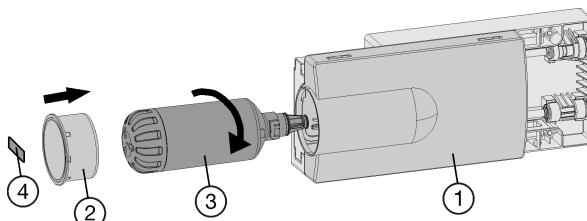

Fig. 8
- Coloque el filtro de agua Fig. 8 (3) y gírello unos 100 ° hacia la derecha hasta que haga tope.
- Introduzca el cajón Fig. 8 (1).
- Coloque la tapa del filtro Fig. 8 (2).
- Anote la fecha de la próxima sustitución en la etiqueta adhesiva Fig. 8 (4) suministrada y pegue dicha etiqueta en el módulo.